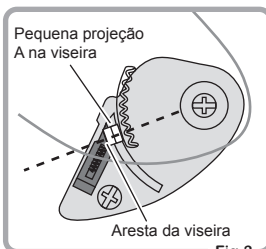

Fig.3
① Introduza a projeção B no espaço da patilha da viseira, como se mostra nas figuras 1 e 2. Coloque a zona do entalhe da viseira na patilha e, em seguida, alinhe a pequena projeção A e a aresta da alavanca, como se indica na Fig.3.